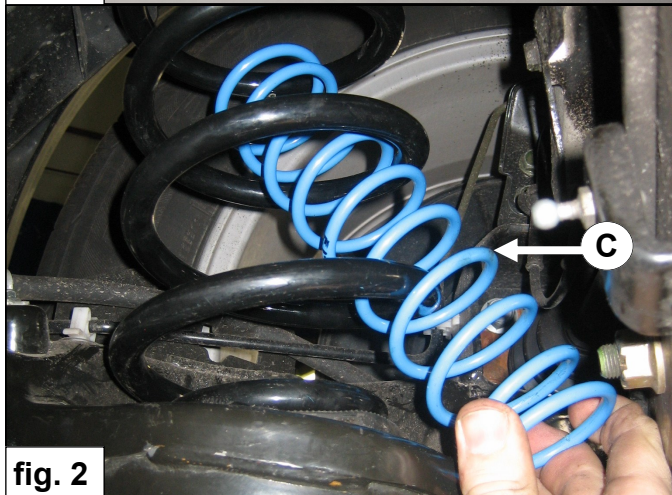

fig. 2
3. Tilt auxiliary spring **C** with spring seat **A** in to the main spring and turn auxiliary spring **C** until it is completely in the main spring. See fig. 2 & 3.
3. Kippen Sie Hilfsfeder **C** mit dem Federteller **A** in die Hauptfeder und drehen Sie die Hilfsfeder **C** nach oben. Siehe Abbildung 2 & 3.
3. Placez le ressort auxiliaire **C** avec la coupelle **A** dans le ressort principal à moyen d'un mouvement basculant et vissez-le entièrement dans le ressort principal. Voir fig 2 & 3.
3. Sätt hjälpfjäder **C** med fjädersäte **A** i huvudfjädern och vrid den tills den befinner sig helt i huvudfjädern. Se fig. 2 & 3.
3. Introduzca ladeando el muelle auxiliar **C** con soporte del muelle **A** en el muelle principal y éntrelo enteramente en el muelle principal. Véase fig. 2 & 3.